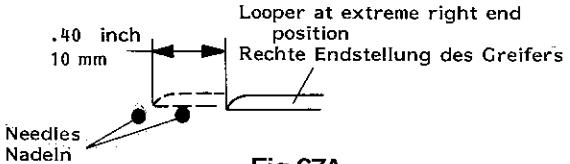

Fig.67A
2. Rotate the pulley clockwise until the looper has moved 10 mm (.400 in.) from right to left (Fig.67A).
2. Drehen Sie das Handrad im Uhrzeigersinn bis sich der Greifer von rechts nach links 10 mm bewegt hat (siehe Fig.67A).